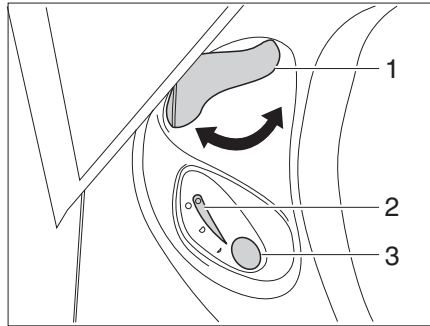

Fig. 353 Centralina di controllo toilette Thetford
- Prima di tirare l'acqua, aprire il cursore della toilette Thetford. A tal fine ruotare la leva del cursore (Fig. 353,1) in senso antiorario.
- Per sciacquare premere il pulsante blu (Fig. 353,3).
- Dopo aver tirato l'acqua chiudere il cursore. Ruotare la leva del cursore (Fig. 353,1) in senso orario.
Quando la cassetta Thetford è piena e deve venire svuotata, la spia di controllo (Fig. 353,2) si accende.
- Ruotare la leva del cursore (Fig. 353,1) in senso orario. Il cursore viene chiuso. Per svuotare il cursore **deve** essere chiuso nella toilette Thetford.